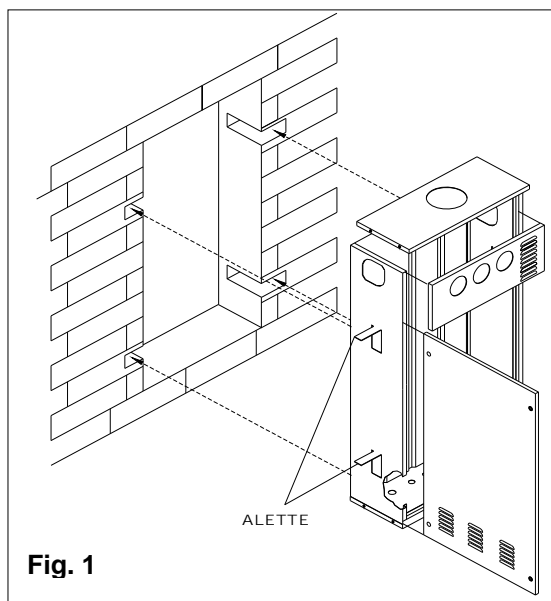

Fig. 1
A. adagiare (fig. 1) la caldaia imballata sul pavimento facendo attenzione che la freccia altoverso sia rivolta verso il basso e staccare le grappe aprendo le quattro alette della scatola verso l'esterno.
1. Predisporre sul lato del vano ricavato sulla muratura 2 scansi per l'inserimento delle alette di sostegno e spazio sufficiente affinché sotto il telaio del box vi possano operare facilmente per l'inserimento degli attacchi idrici (fig. 1);
- 1 svitare i perni con un cacciavite a croce (fig. 1);
- 2 sfilare e ruotare lo sportello di 180° (fig. 1);
1. svitare le viti di fissaggio ed estrarre lo sportello frontale (fig. 1);